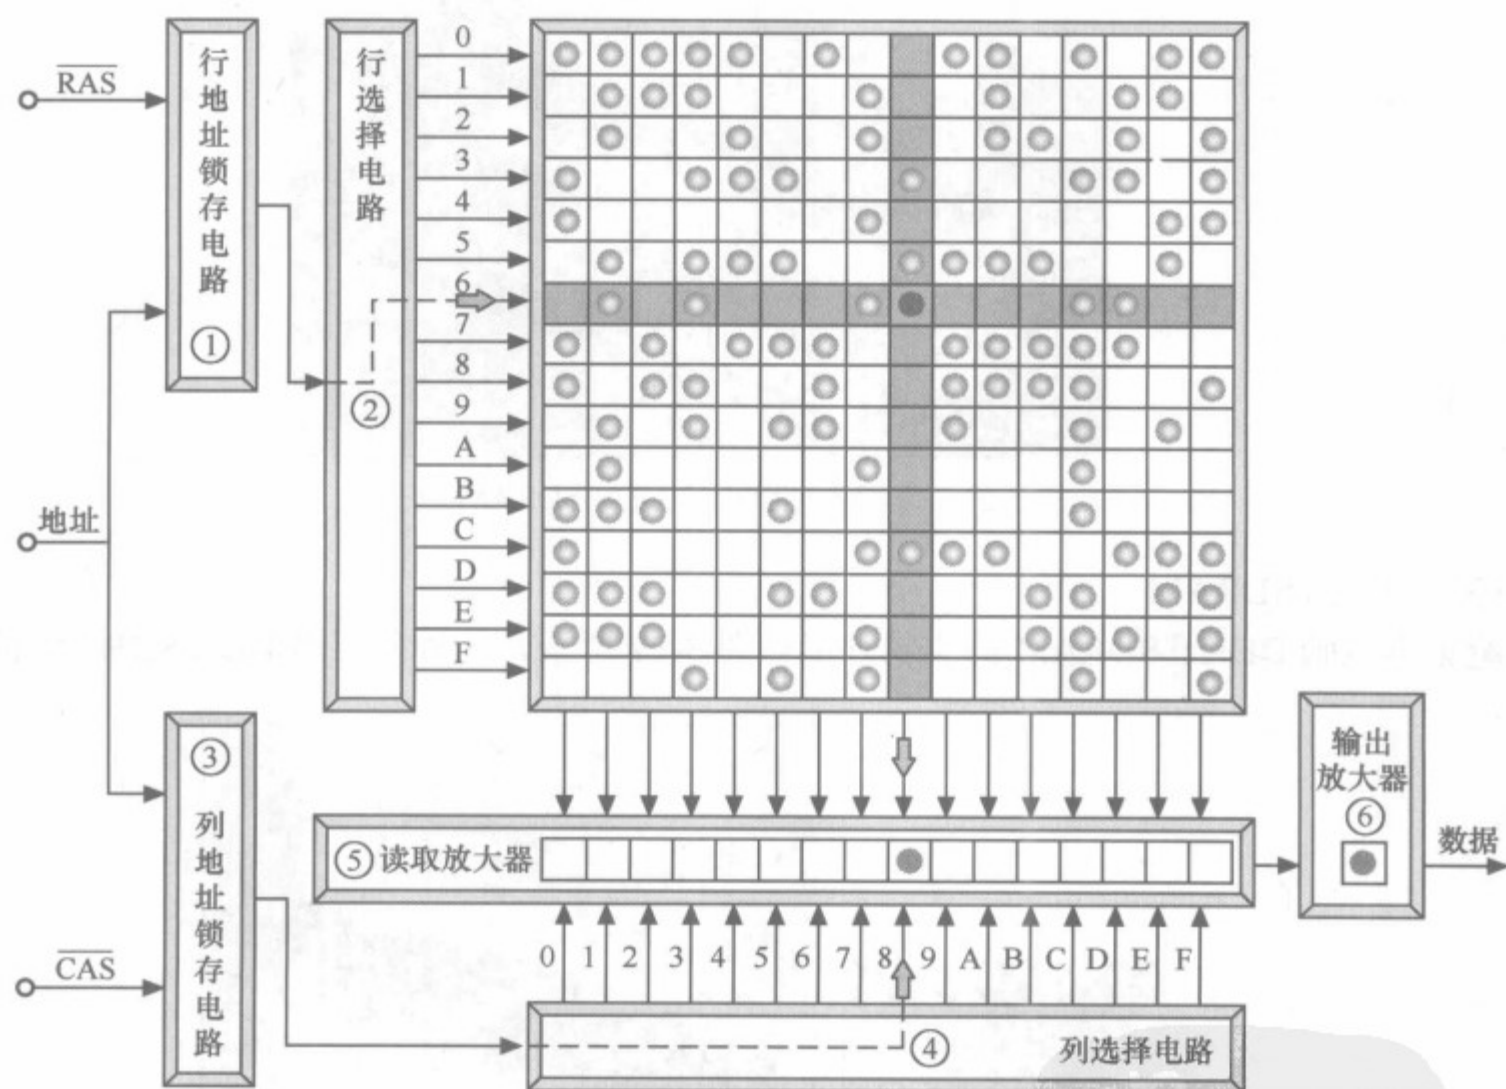

图 3-23 内存地址与数据选择示意图
图 3-23 为内存地址与数据选择示意图。内存是由很多横竖排列的内存单元组成的，每个内存单元实际上就是一个半导体存储器，能够存储数据。在图 3-23 中，有小球的地方就表示有数据，用 1 表示；没有小球的地方就表示没有数据，用 0 表示。这些数据存储的位置就是地址。根据集成电路的制造工艺，每一个数据存到存储器中时，都要存储到相应的单元当中去，而不是随便乱存的。
在图 3-23 中，将 RAS 这个信号送入行地址锁存电路①中时，先通过行地址寻找行坐标，将行地址选择信号送入行选择电路②中，送出控制信号去选择第 6 行的驱动信号端。然后将 CAS 信号送入列地址锁存电路③中，通过 CAS 信号来选择列地址，将列地址选择信号送入列选择电路④中，选择第 8 列的驱动信号端。此时就将第 6 行第 8 列的这个数据锁定了，再